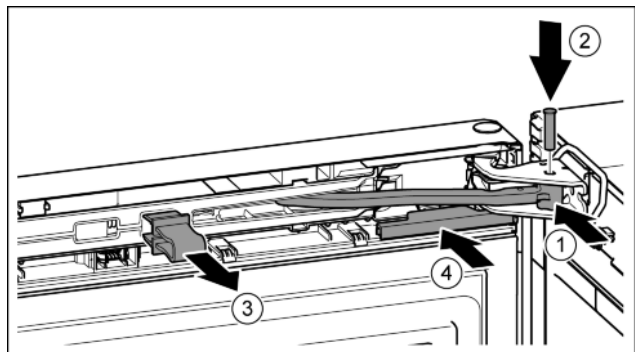

Fig. 22
- Forgassa a csapágycsuklásba a csuklót. Fig. 22 (1)
- Helyezze be a csapágycsuklásba és a csuklóba a csapszeget. Közben ügyeljen arra, hogy a bekattanó bütyök megfelelően illeszkedjen a horonyba. Fig. 22 (2)
- ▶ Vegye le a biztosítékot. Fig. 22 (3)
- ▶ Tolja fel a fedelet. Fig. 22 (4)